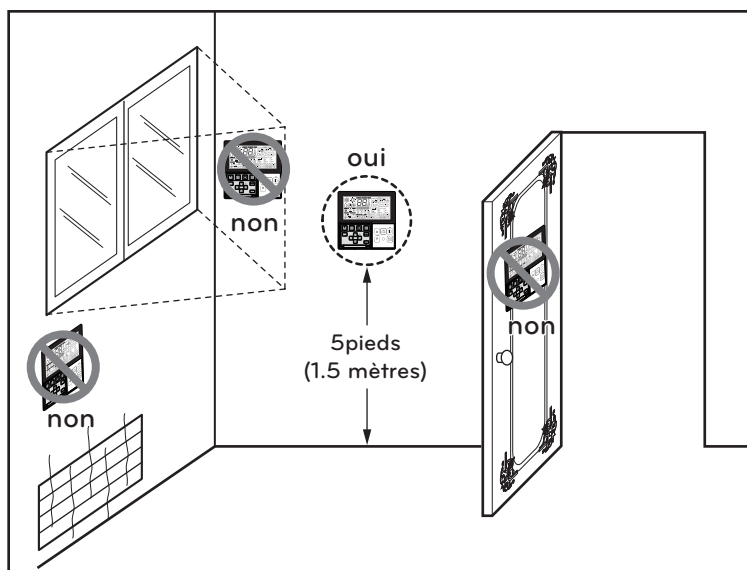

Fig.1 Emplacements typiques pour la télécommande
- Cette télécommande est équipée d'un écran à DEL à sept segments. Pour un affichage approprié de l'écran DEL de la télécommande, celle-ci devrait être installée correctement comme montré dans la Fig.1.